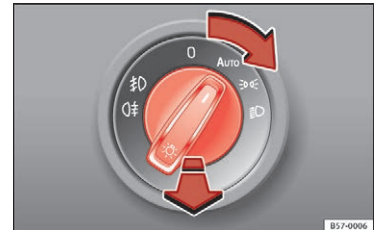

Fig. 32 Instrumentpanel: lyskontakt
- Drej lyskontakten til den ønskede position » Fig. 32.